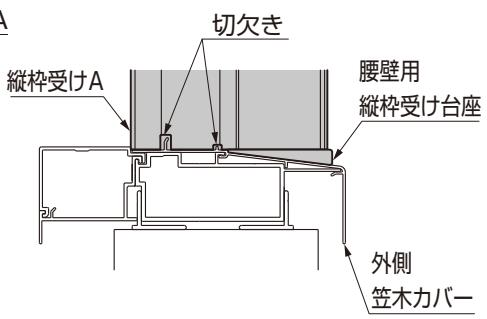
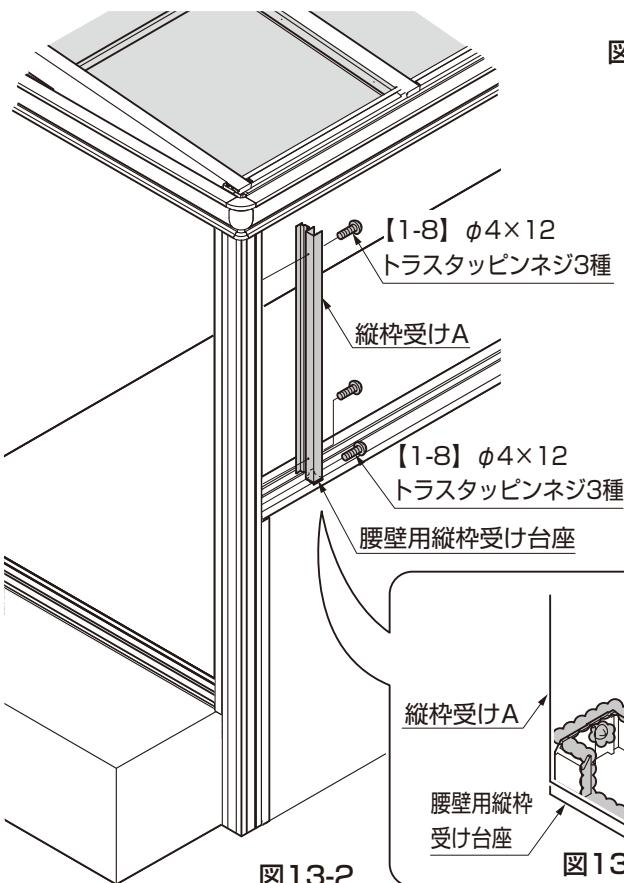
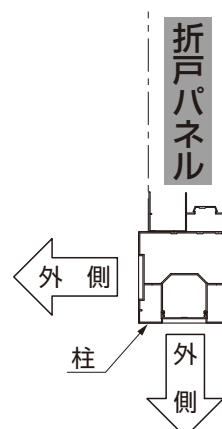

図13-3
図13-2
図13-4
②縦枠受けAを外側笠木にはめ込み、柱に【1-8】で取付けてください。(図13-2、図13-3、図13-4参照)
③腰壁用縦枠受け台座を縦枠受けAと柱に【1-8】で固定してください。(図13-2参照)